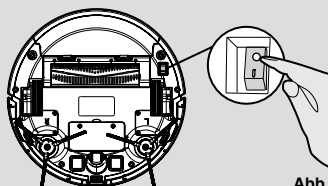

Abb. 9
Schalten Sie den Saugroboter mit dem Ein/Aus-Schalter unten (I) ein. **[Abb. 9]** Stellen Sie ihn vor der Ladestation ab.
1. Drücken Sie den EIN/AUS-Schalter unteren auf dem Roboter. **[Abb. 9]**